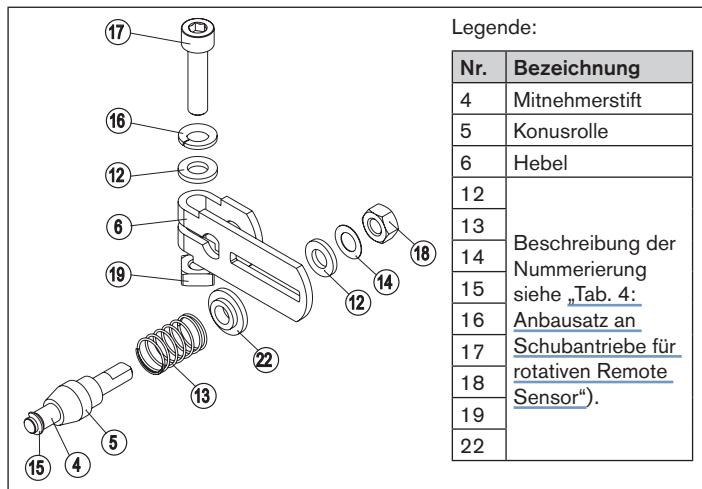

Bild 26: Hebelmontage
- Hebel zusammenbauen (falls nicht vormontiert) (siehe „Bild 26“).